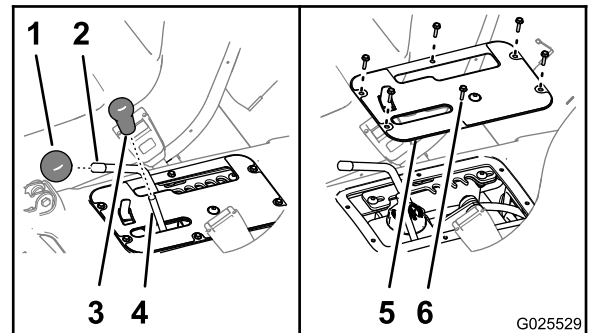

Bild 60
- Entfernen Sie die Handräder vom Hydraulikhubhebel und vom Fahrtriebshebel (Bild 60).
- Nehmen Sie die sechs Kopfschrauben (Nr. 10 x 3/4") ab, mit denen die Abdeckplatte des Bedienelements am Sitzunterteil befestigt ist, und entfernen Sie die Abdeckplatte (Bild 60).
6. Fluchten Sie die Löcher in der Abdeckplatte des Bedienelements mit den Löchern im Sitzunterteil aus (Bild 60).
7. Befestigen Sie die Platte mit den sechs in Schritt 2 entfernten Kopfschrauben (Bild 60) am Unterteil.
8. Schrauben Sie die Handräder auf die Stangen für den Hydraulikhubhebel und den Fahrtriebshebel (Bild 60).
2. Entfernen Sie die Handräder vom Hydraulikhubhebel und vom Fahrtriebshebel (Bild 60).
3. Nehmen Sie die sechs Kopfschrauben (Nr. 10 x 3/4") ab, mit denen die Abdeckplatte des Bedienelements am Sitzunterteil befestigt ist, und entfernen Sie die Abdeckplatte (Bild 60).
9. Fluchten Sie die Löcher in der Abdeckplatte des Bedienelements mit den Löchern im Sitzunterteil aus (Bild 60).
10. Befestigen Sie die Platte mit den sechs in Schritt 3 entfernten Kopfschrauben (Bild 60) am Unterteil.
11. Schrauben Sie die Handräder auf die Stangen für den Hydraulikhubhebel und den Fahrtriebshebel (Bild 60).